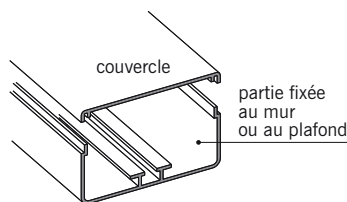
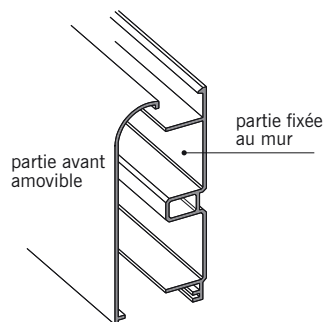

fig. 16.13
fig. 16.14
■ La **goulotte** (fig. 16.13) : gaine en plastique rigide fermée par un couvercle et destinée à recevoir des câbles électriques. La goulotte est posée en applique le long d'un mur ou d'un plafond. Il existe des accessoires qui permettent de réaliser les angles et les dérivations. La goulotte prend le nom de **plinthé « électrique »** lorsqu'elle est installée à la place d'une plinthe ordinaire (fig. 16.14).